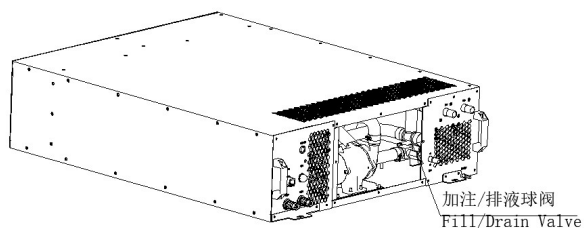

图 6-5
- 松开进风格栅中间面板螺丝，拆开进风格栅中面板，将加注/排液球阀调整至开启状态，如图 6-5 所示。
\*确定各管路接口位置插入到位，保压作业正常。拆开进风格栅中面板，将加注/排液球阀调整至开启状态，机组内补液放液球阀调整为打开状态（如图 6-5）。